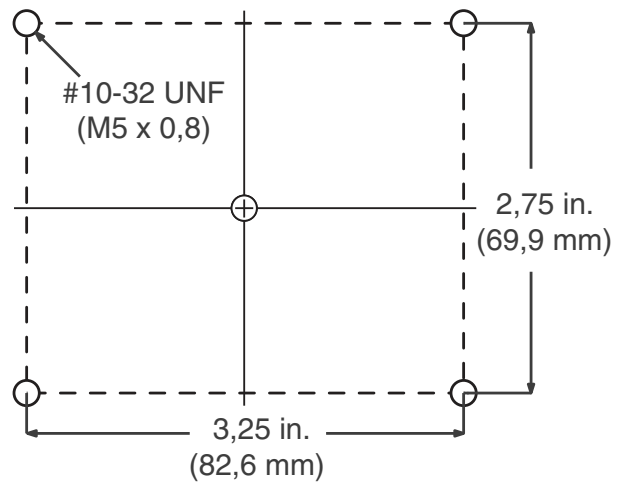

ABB. 21: CGM-Montagebohrungen
4. Die Montagebohrungen entsprechend der in **Abb. 21** abgebildeten Maße durchführen.